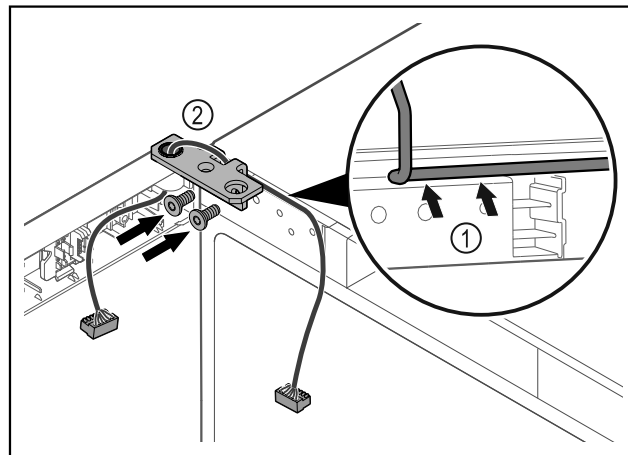

Fig. 47
- Περάστε το καλώδιο μέσα από το άνοιγμα της γωνίας μεντεσέ και τοποθετήστε το προσεκτικά Fig. 47 (1).
- Βιδώστε τη γωνία μεντεσέ Fig. 47 (2).